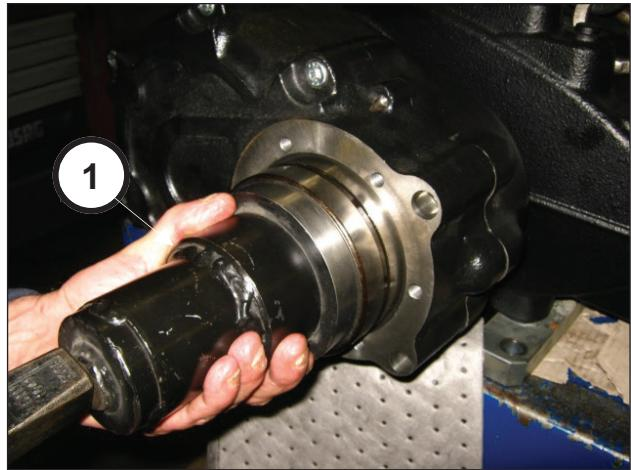
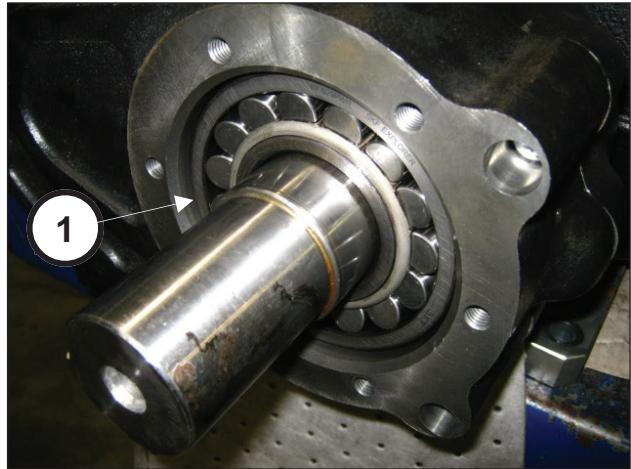

图 75
图 76
通过使用代号为27887000的工具（位置①，图 75），使轴承（位置①，图 76）达到止挡位置。